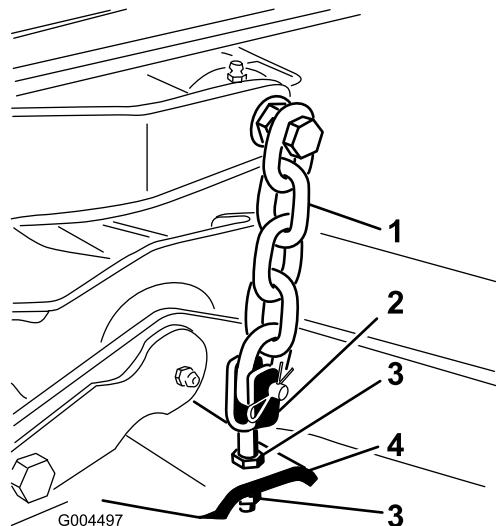

Figura 77
7. Ajuste las contratueras que fijan las horquillas/cadenas de la parte trasera de la carcasa para elevar la parte trasera, hasta que la inclinación de las cuchillas sea de 8 mm (Figura 77).